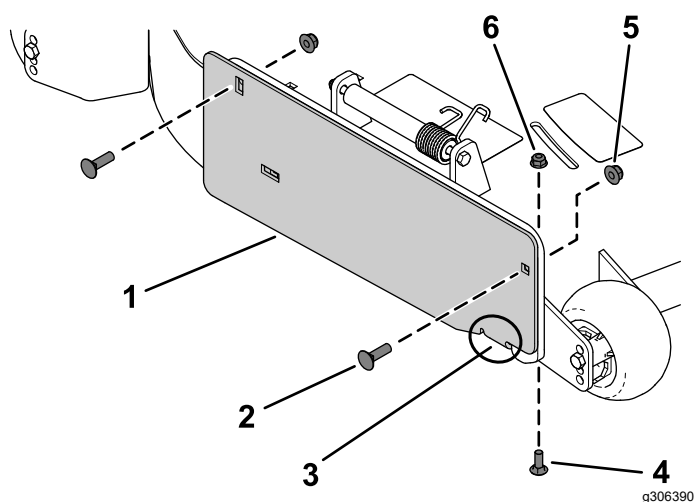

Figura 2
1. Sujete la tapa/placa de descarga al exterior del soporte de montaje usando 2 pernos de cuello cuadrado (3/8" x 1 1/4") y 2 contratuercas (3/8"), como se muestra en la Figura 2.
2. Fije la pestaña al interior de la carcasa de corte con 1 perno de cuello cuadrado (5/16" x 7/8") y 1 tuerca con arandela prensada (5/16"), como se muestra en la Figura 2.